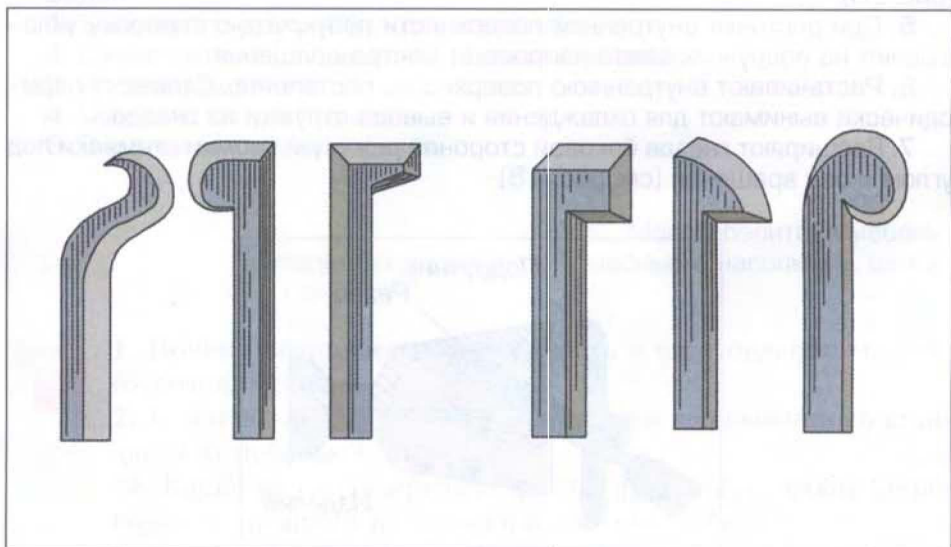

Рис. 21. Резцы-крючки для внутренней расточки
**8.** Внутренние поверхности сложной формы вытачивают специальными – *крючками*, форма которых соответствует профилю внутренней поверхности (рис. 21).